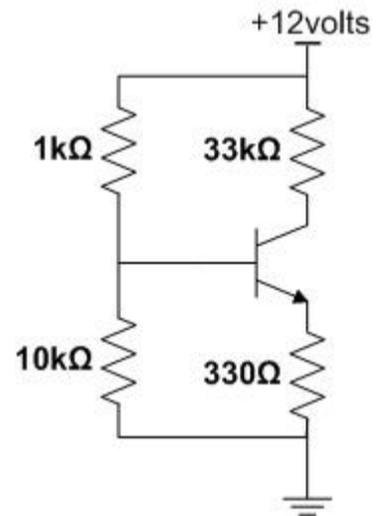

Figura 5
6. O transistor da figura 5 tem $\beta = 100$ e $V_{BE} = 0,65$ volts. Ele está operando